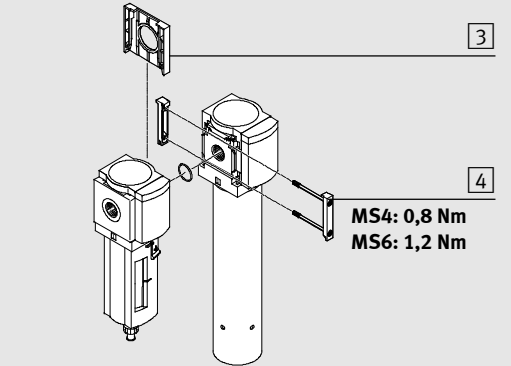

Bild 2 / Fig. 2
- Platzieren Sie die Modulverbinder MS...-MV **[4]** in den Nuten von MS...-LDM1-... und benachbartem Wartungsgerät. Dabei ist zwischen den Wartungsgeräten eine Dichtung erforderlich (siehe Bild 2).